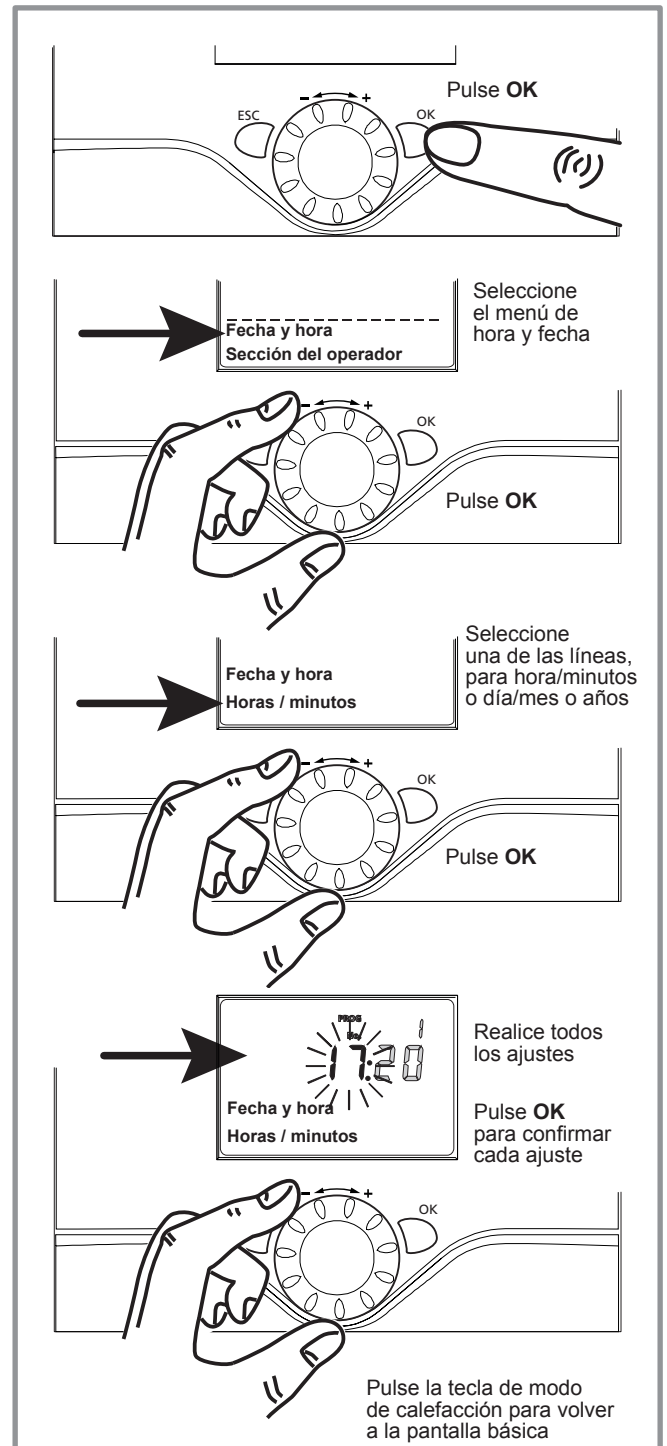

figura 7 - Ajuste de la hora y la fecha
- Ajuste la fecha y la hora si es necesario (figura 7).